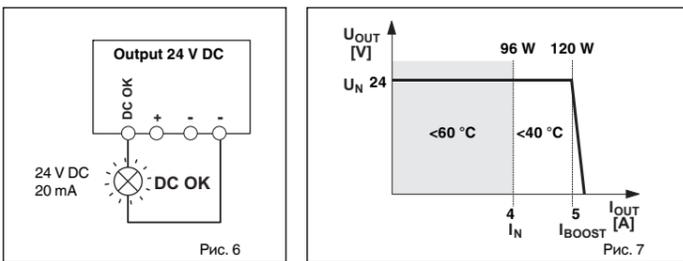

Рис. 7
**5.2. Выходная характеристика (рис. 7)**